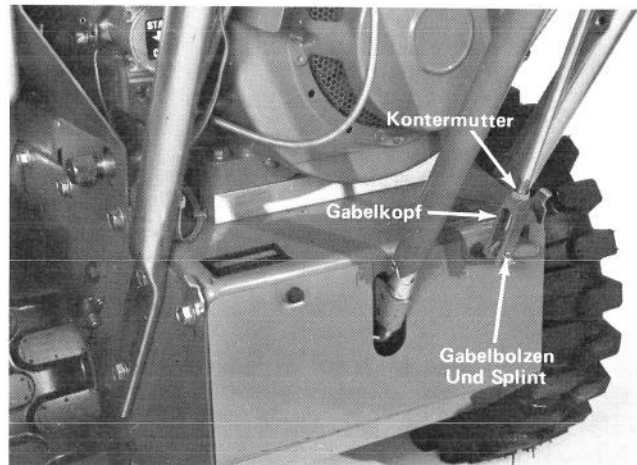

Abb. 32
1. Die Kontermutter am unteren Gabelkopf des Räumwerk-Schaltgestänges lösen (Abb. 32). Dann den Splint und Bolzen entfernen, mit dem der Gabelkopf an der abgewinkelten Stange befestigt ist (Abb. 32).
2. Zur Erhöhung der Riemenspannung den Gabelkopf (Abb. 32) nach links herausdrehen und zur Verringerung der Riemenspannung nach rechts hineindrehen.
3. Den Gabelkopf wieder mit dem Bolzen an der abgewinkelten Stange befestigen und versplinten (Abb. 32). Dann die Kontermutter oben am Gabelkopf festziehen (Abb. 32).